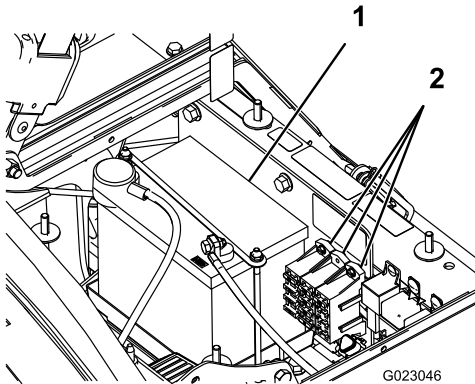

Figura 32
Hay 2 bloques de fusibles y 1 zócalo vacío en el sistema eléctrico. Se encuentran debajo del asiento (Figura 32).
2. La batería está situada en el lado derecho de la máquina, detrás de la bomba (Figura 32).
5. Retire el dispositivo de sujeción de la batería y los herrajes (Figura 32).
2. Instale el dispositivo de sujeción de la batería, fijándolo con los herrajes que retiró anteriormente (Figura 32).
4. Instale la tapa de la batería y fíjela con los 2 pomos (Figura 32).
1. Afloje los pomos de los lados de la caja de la batería y retire la tapa de la batería (Figura 32).